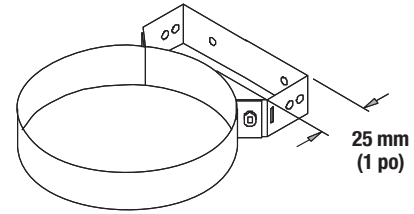

Figure 27 - Guide mural (WG)
1. Le guide mural est utilisé comme guide latéral pour résister aux charges latérales uniquement; il n'est pas conçu pour supporter le poids d'une cheminée verticale. Il assure aussi un dégagement minimum de 25 mm (1 po) par rapport aux matériaux combustibles pour le modèle CIX et 4" pour le modèle CAX. Voir **Figure 27** - Guide mural.